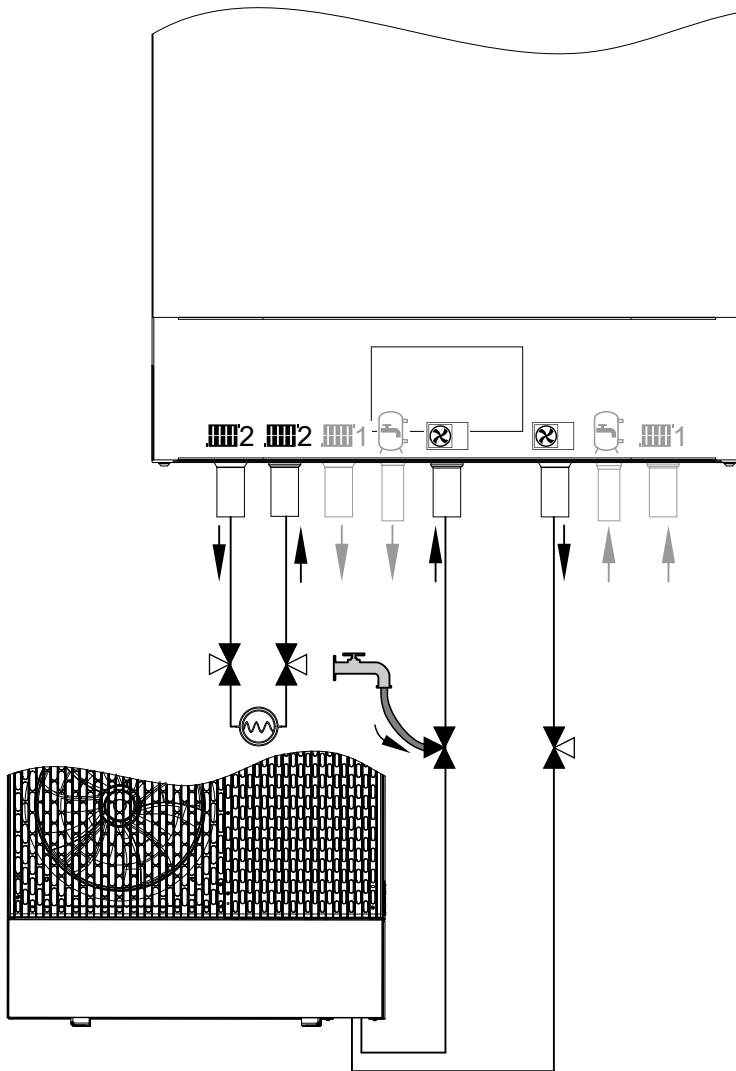

Abb. 71
Beide 3-Wege-Kugelhähne zum und vom Heiz-/Kühlkreis 2 öffnen: Siehe Abb. 71.
3. 3-Wege-Kugelhahn vom Vorlauf Außeneinheit (Heizwassereintritt Inneneinheit) gemäß Abb. 71 öffnen: **Offen in allen Richtungen**
4. 3-Wege-Kugelhahn zum Rücklauf Außeneinheit (Heizwasseraustritt Inneneinheit) öffnen: Siehe Abb. 71.